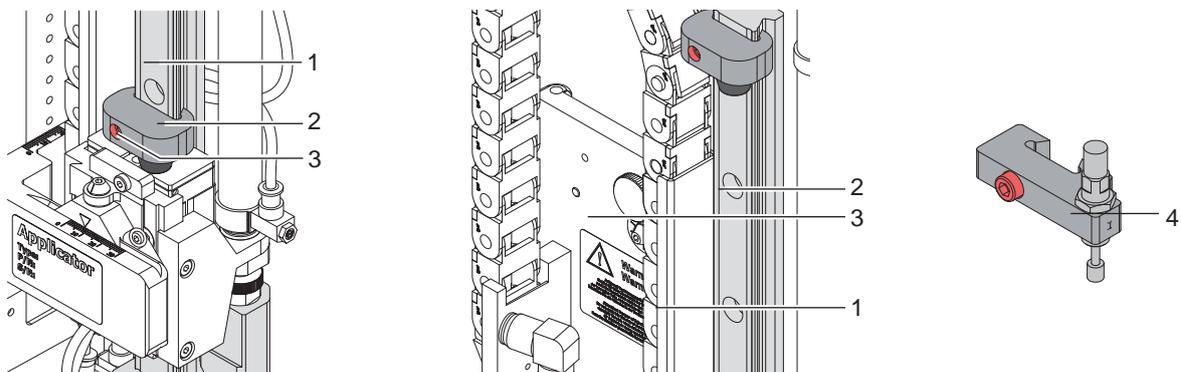

Figure 16 Butée de soufflage comme sécurité de transport
L'applicateur est livré avec la butée (2) fixée sur la tige de guidage (1) dans sa position de sécurité (figure 16 - image de gauche) afin d'éviter le déplacement du système de pose pendant le transport.